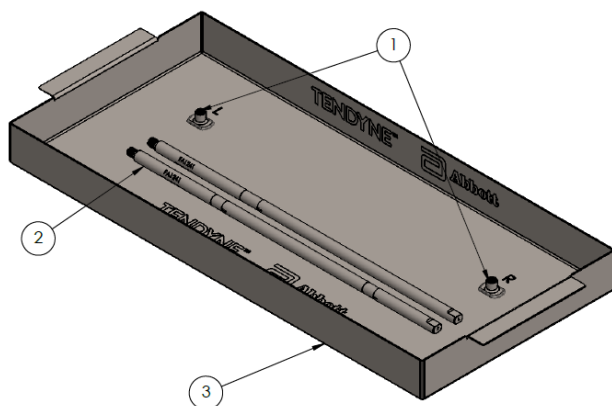

Figura 15. Soporte Tendyne™, desmontado.
- a. Inmediatamente después de la cirugía (punto de utilización), desmonte el soporte separando los dos (2) postes de la base (figura 15).
- b. Utilizando un paño humedecido que apenas deje pelusa, limpie todas las superficies y bordes del soporte (base, agujeros para postes y postes (figura 15)) y del peso (figura 16).
- i. Enjuague cada componente individual con agua corriente desionizada (DI) durante un mínimo de 2 minutos.
- a. Desmonte el soporte separando los dos (2) postes de la base (figura 15).